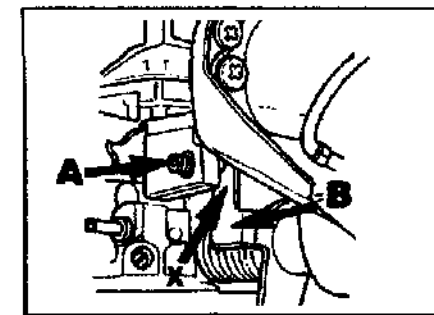

Рис.3 Упорный винт заслонки.
в) В этом положении измерить зазор (X, Рис.3) с помощью щупа. При этом ограничительный винт не должен касаться щупа.
- Убедиться в том, что рычаг дроссельной заслонки (В, Рис.3) находится в упоре винта (А).